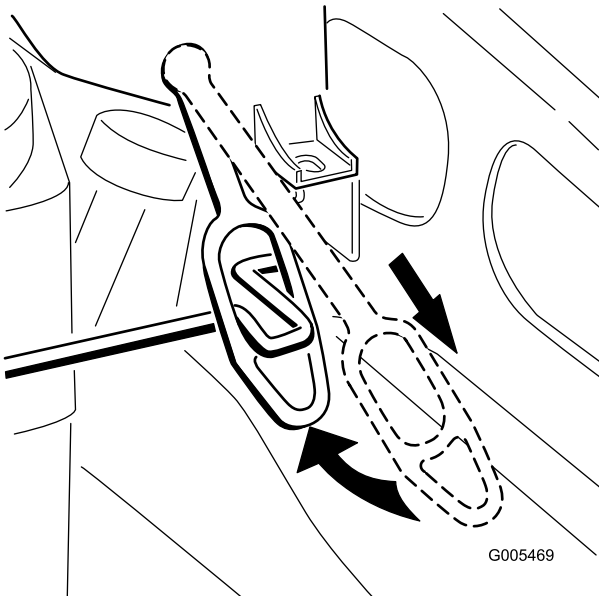

Bild 7
2. Ziehen Sie die Befestigungsriemen nach unten und über die nach vorne zeigenden Biegungen in der Haubenstange (Bild 7), um die Haube zu befestigen.
1. Zum Abnehmen der Motorhaube müssen Sie die Befestigungsriemen nach unten und vorne ziehen, um sie von der Haubenstange abzuziehen (Bild 7). Heben Sie die Haube ab.
3. Ziehen Sie die Befestigungsriemen nach unten und über die nach vorne zeigenden Biegungen in der Haubenstange (Bild 7), um die Haube zu befestigen.